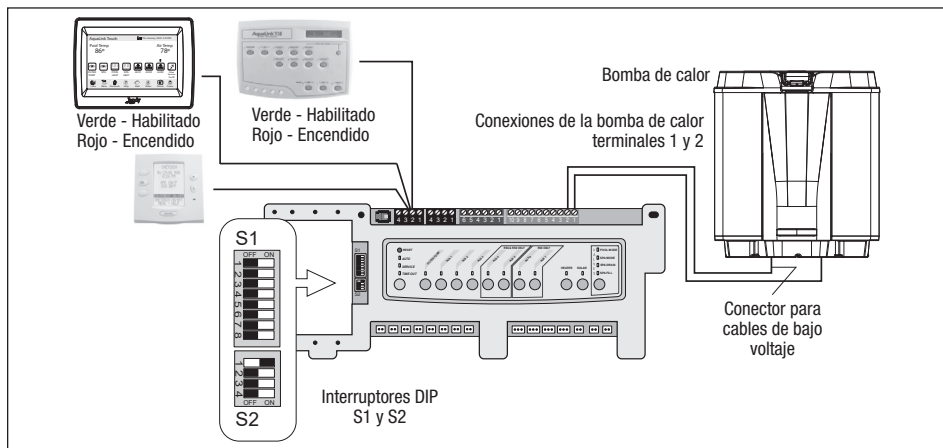

Figura 11. AquaLink RS a bomba de calor Jandy JRT, conexión de T-Stat (2 cables)
3. Tienda los cables del sistema de control de la piscina/del hidromasaje hasta la conexión de conducto etiquetada "Low Voltage Connection" (Conexión de bajo voltaje) y ubicada en la parte inferior derecha de la bomba de calor (consulte la Figura 11). Asegúrese de que los conductores no estén pellizcados o dañados.